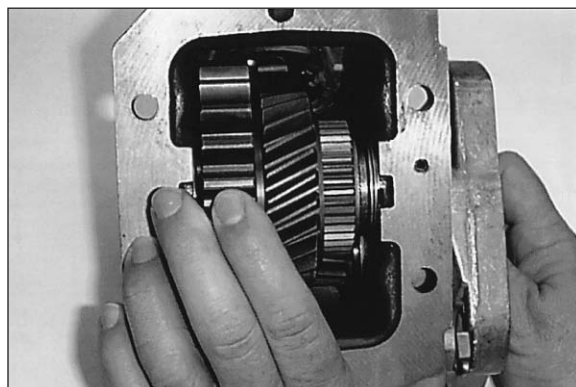

Fig. 4
5. Com a mão, balance a roda motriz da TDF na transmissão e a roda motriz no conjunto da TDF. O balanço das rodas motrizes produz dois fatores importantes (Fig. 4).